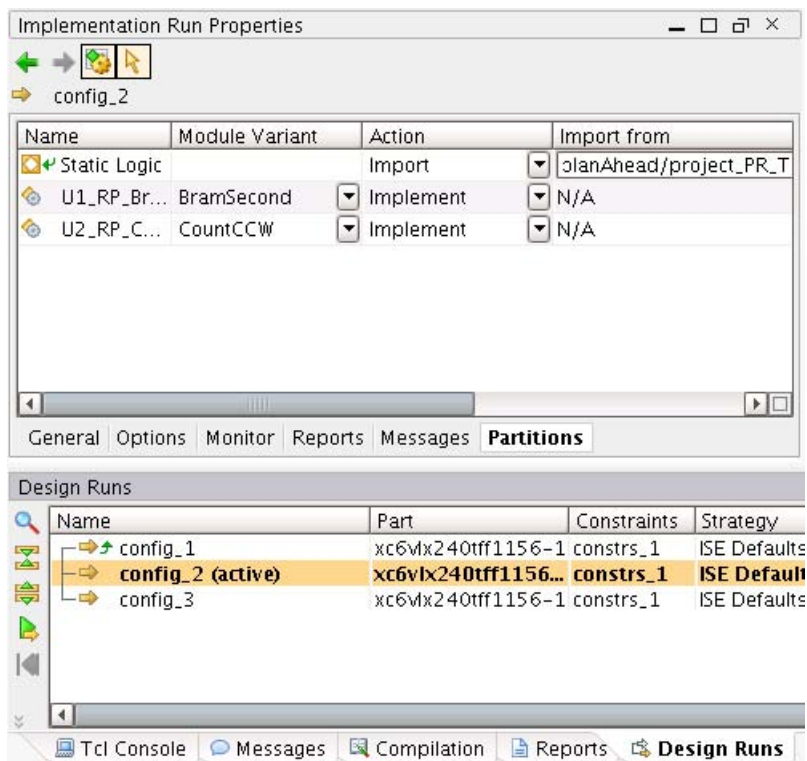

図 27 : コンフィギュレーション設定の確認
13. [Implementation Run Properties] ビューの [Partitions] タブをクリックし (図 27)、[Module Variants] および [Action] 列を確認します。